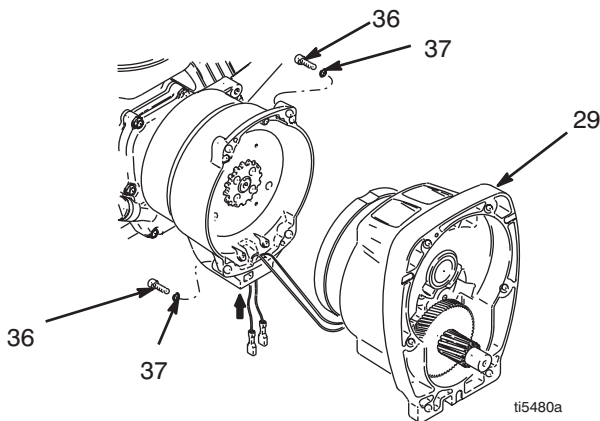
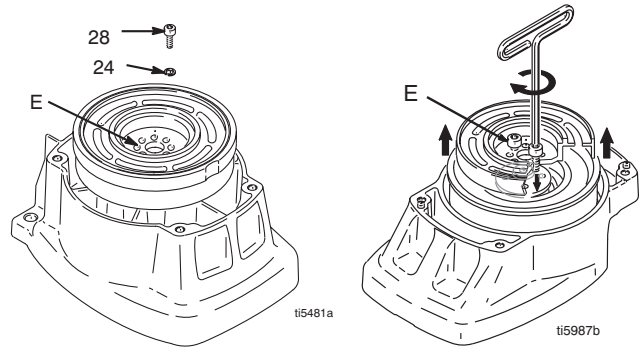

FIG. 4
FIG. 5
2. FIG. 4. Desconecte los conectores del cable del embrague del interior del dispositivo de control de presión.
- a. Saque los dos tornillos (71) y bascule hacia abajo la tapa (130a).
3. FIG. 4. Saque los cuatro tornillos (36) y el conjunto del piñón (29).
4. FIG. 5. Coloque el conjunto del piñón (29) en el banco, con el lado del rotor hacia arriba.
5. Retire los cuatro tornillos (28) y las arandelas de seguridad (24). Coloque dos tornillos en los orificios roscados (E) del rotor. Apriete, alternativamente, los tornillos hasta que salga el rotor.
9. FIG. 5. Coloque el conjunto del piñón en el banco, con el lado del rotor hacia arriba.
10. Aplique locktite a los tornillos. Instale los cuatro tornillos (28) y las arandelas de seguridad (24). Apriete, alternativamente, los tornillos a un par de 125 in-lb hasta que el rotor esté firmemente colocado. Utilice los orificios roscados para sujetar el rotor.
11. FIG. 4. Instale el conjunto del pistón (29) con los cuatro tornillos (36) y las arandelas (37).